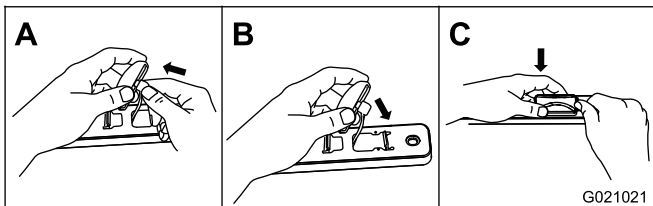

Figura 59
3. Conecte el conector del cable a un conjunto de lente nuevo, e instale el conjunto de la lente en el resto del conjunto de la luz central (Figura 59).